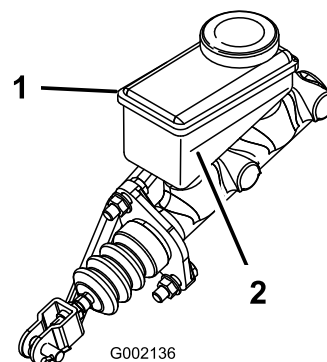

Рисунок 52
3. Проверьте уровень жидкости в боковой части бачка (Рисунок 52).
- B. Доливайте тормозную жидкость DOT 3 в бачок, пока ее уровень не будет выше отметки «Минимум» (Рисунок 52).